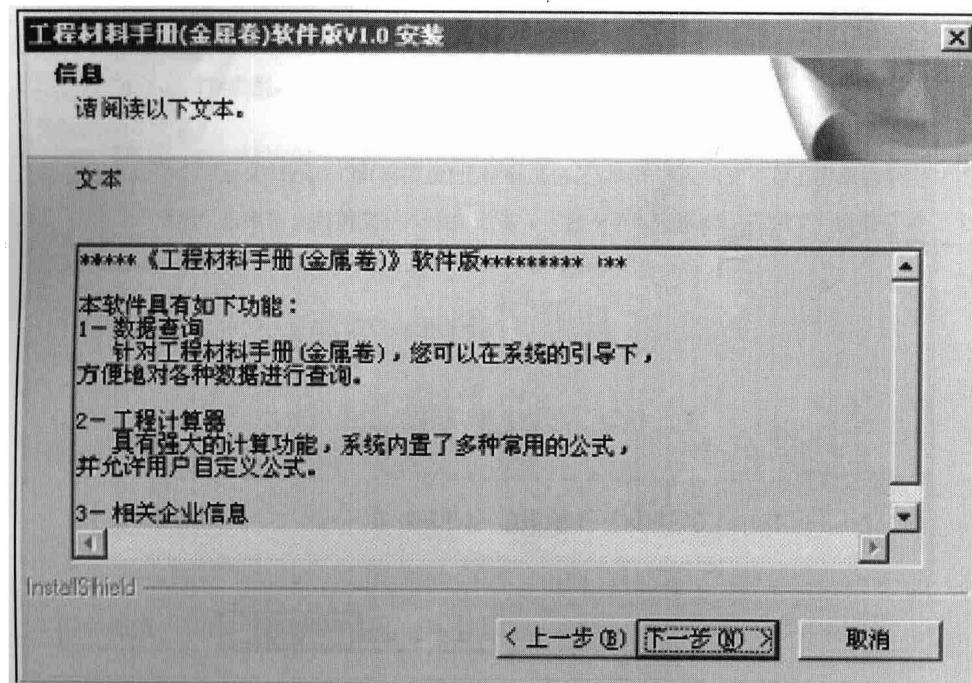

图 1.3 软件信息界面
(4) 进入软件信息界面，如图 1.3 所示，界面中概要介绍了《工程材料手册 金属卷（软件版）》V1.0 的主要功能，单击“下一步”按钮。